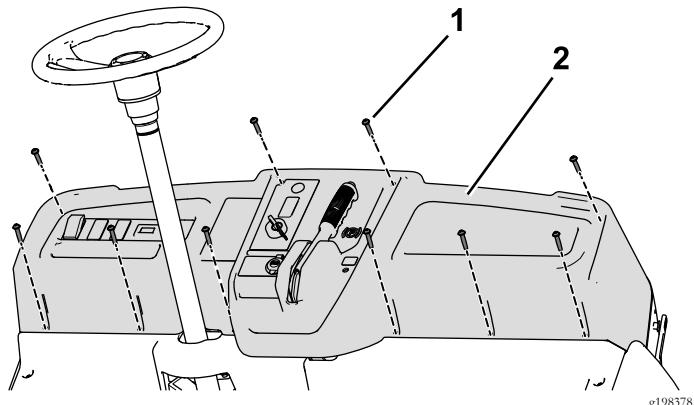

図 62
3. ダッシュボードを固定しているねじ1/4 x 1-1/4 インチ10本を外してダッシュボードを部分的に外して、駐車ブレーキケーブルを外す図 62。